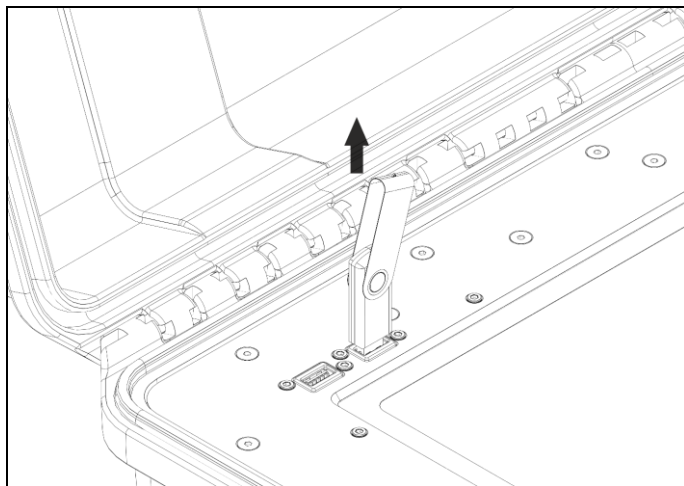

Рисунок 29 - Извлечение USB-накопителя
7.15.14 После этого подключенный USB-накопитель может быть безопасно извлечен (рисунок 29).